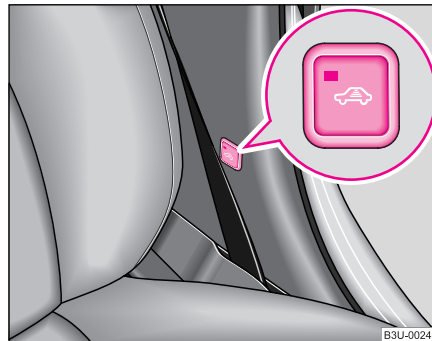

Fig. 28 Tasta instalației de supraveghere interioară
- Apăsăți tasta  de pe stâlpul central pe partea conducătorului ♥ fig. 28.